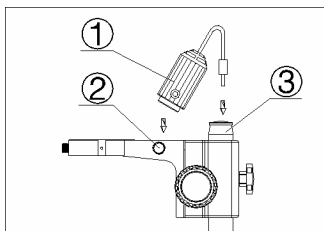

图 6
- (一) 把照明器组件①有凸台的一面对灯源固定螺钉②插入托架，然后旋紧螺钉。(如图 6)
- (二) 把电线插头插到立柱③的插座上。